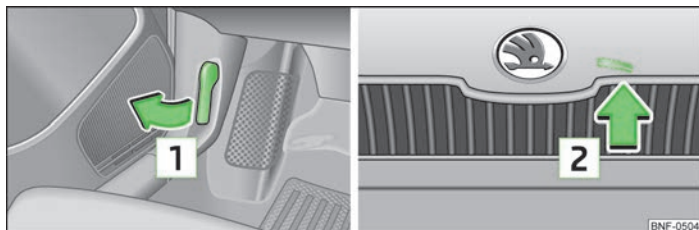

Fig. 97 Desbloquear el capó
- Tirar de la palanca de desbloqueo **1** ubicada debajo del cuadro de instrumentos en el sentido de la flecha » fig. 97.
- Presionar la palanca de desbloqueo en la dirección de la flecha **2** » fig. 97, el capó se desbloquea.